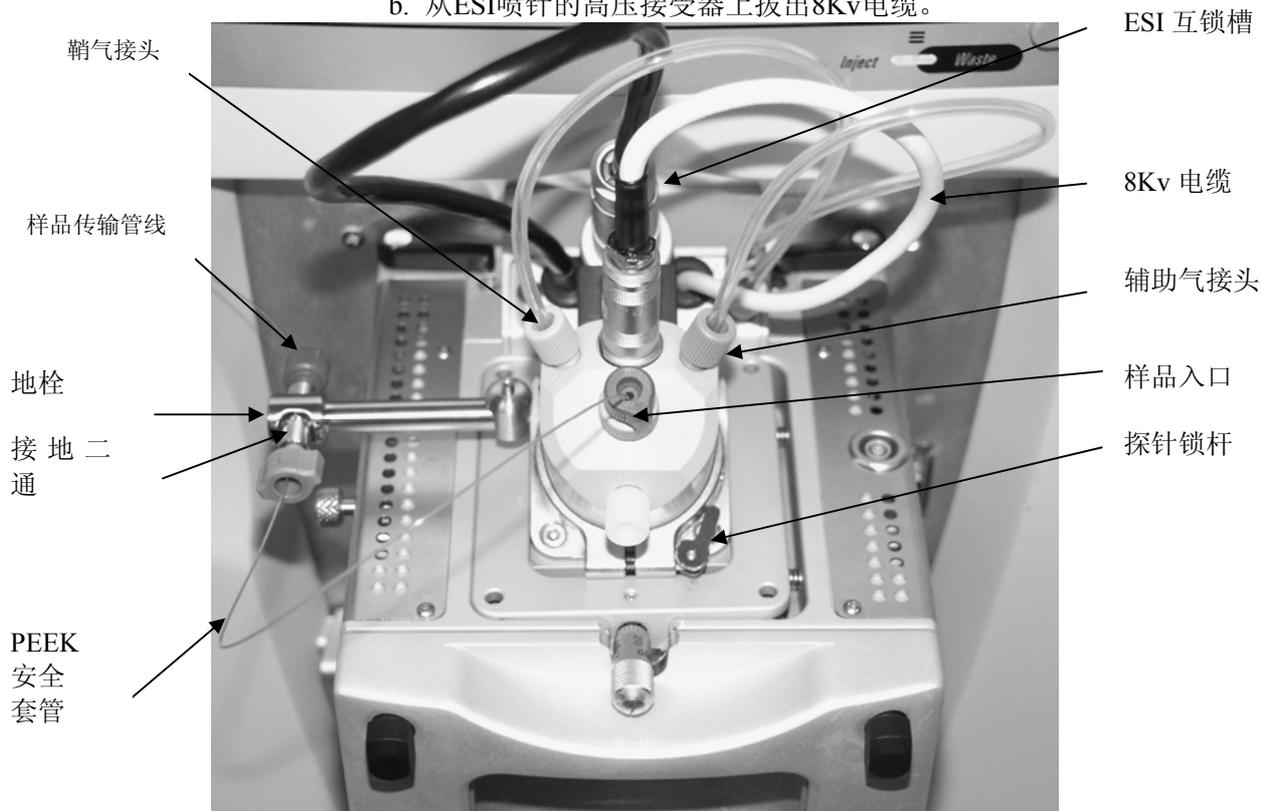

图6-1 装有ESI探针的离子源室
2. 拆掉连接不锈钢ZDV 接头 (接地二通)的样品传输线。(见图6-1)
4. 从探针 主体 的辅助气进口处拔下辅助气接头 (绿色)。(图6-1)。